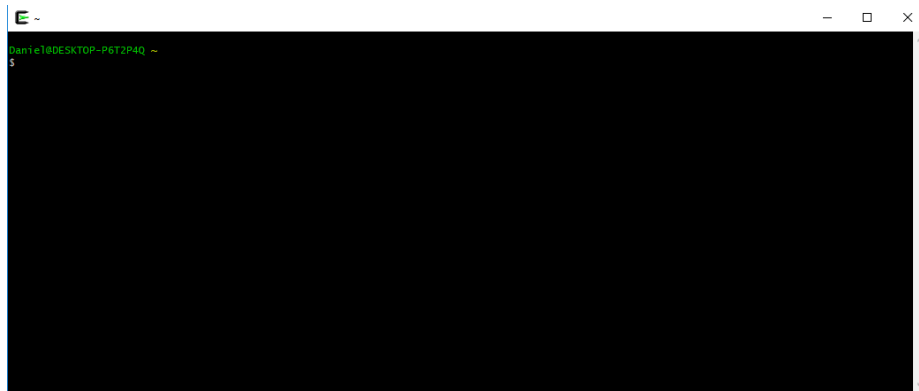

Figura 110. Terminal Cygwin
1. Abra o terminal Cygwin (Figura 110), disponível no ambiente de trabalho do Windows ou no menu Iniciar.